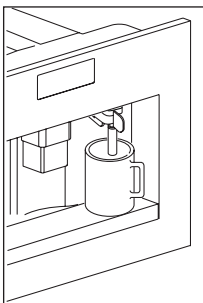

Fig. 12
- ▶ Posizionare poi una tazza sotto l'erogatore acqua calda (Fig. 12). Se l'erogatore acqua non è inserito, la macchina visualizza il messaggio “INSERIRE EROGATORE ACQUA” e quindi agganciarlo come indicato in figura 13. La macchina visualizza “ACQUA CALDA PREMERE OK”.